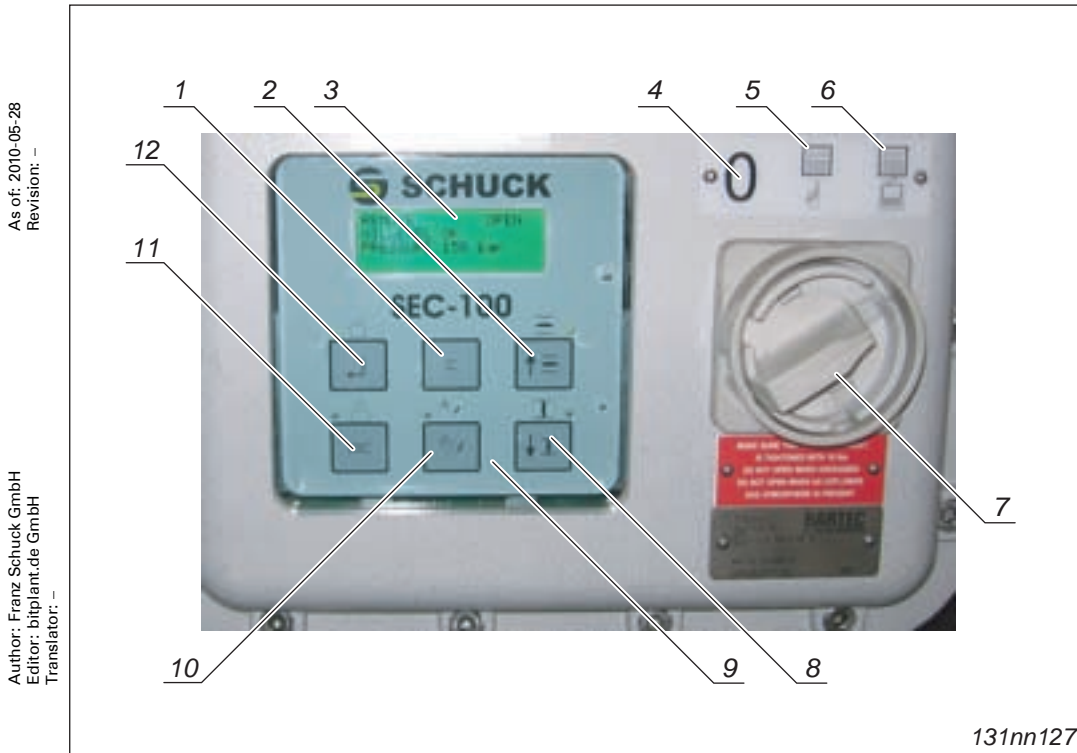

Fig. 3-10 Bedienfeld SEC-100
1. Hauptschalter → Seite 3-29, Fig. 3-10, Pos. 7 der SEC-100 auf Position "Fern" → Seite 3-29, Fig. 3-10, Pos. 6 stellen.